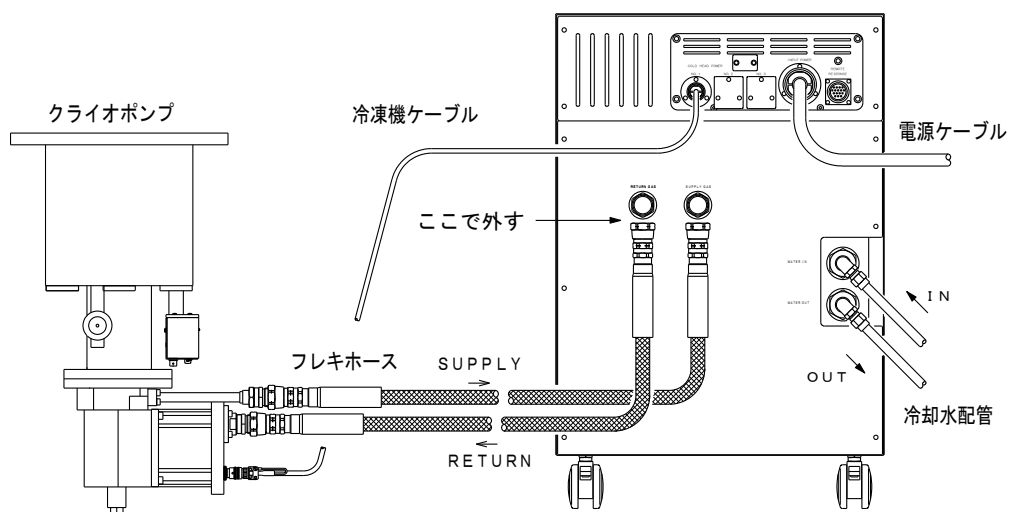

図8-2 フレキホースの切り離し
3. 停止した直ぐに、コンプレッサユニット側 SUPPLY、RETURN のフレキホースをはずしてください (図 8-2)。